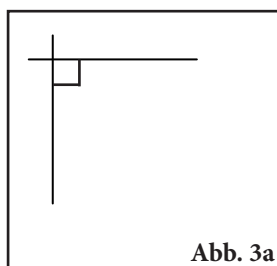
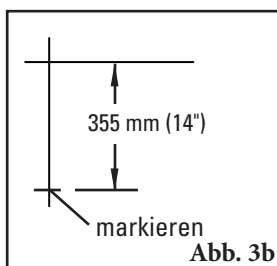
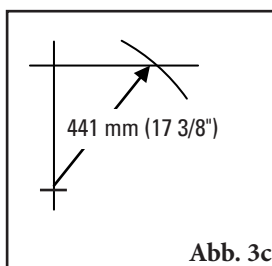

Abb. 3a
Abb. 3b
Abb. 3c
- 3. Das endgültige Maß ermitteln.** Auf einer ebenen, senkrechten Fläche mit Hilfe einer Wasserwaage eine horizontale und eine vertikale Linie anzeichnen, die im rechten Winkel zueinander stehen (Abb. 3a). Vom Schnittpunkt aus das festgelegte Maß „Y“ abmessen und markieren (Abb. 3b). Ein Bandmaß an diese „Y“-Markierung halten und das Bandmaß über die Linie führen, so dass das Bandmaß diese an der Stelle „290 mm“ (= „C“) schneidet (Abb. 3c). Die Strecke vom linken bis zum rechten Schnittpunkt auf der horizontalen Linie bildet das neue „X“ (Abb. 3d).